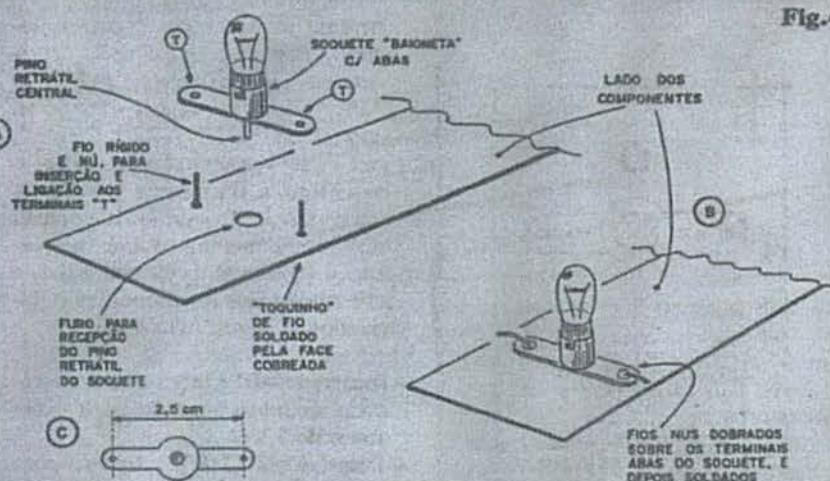

Fig.4
- FIG. 4 - DETALHAMENTO DA FIXAÇÃO E LIGAÇÃO DOS SOQUETES - É muito importan-
- 4-C - Observar (isso é IMPORTANTE...) que, para as "coisas darem certo", mecanica e eletricamente, a distância entre os centros dos furos/terminais nas abas dos soquetes deve ser de exatamente 2,5 cm., para garantir um acoplamento perfeito aos fios previamente soldados à placa (conforme fig. 4-A). Se, eventualmente, o Leitor/Hobbysta não conseguir obter os recomendados soquetes (eles são muito comuns, entretanto...), terá que fazer, antes da fixação/ligação, alguma adaptação, eventualmente pela pré-